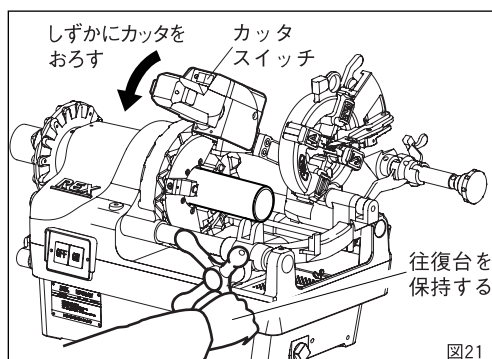

図21
- ③ パイプが回転をはじめたらカッタのスイッチをONにして、カッタをしずかにパイプにのせてください。切れ目が入り安定するまで往復台は保持しておきます。(図21)